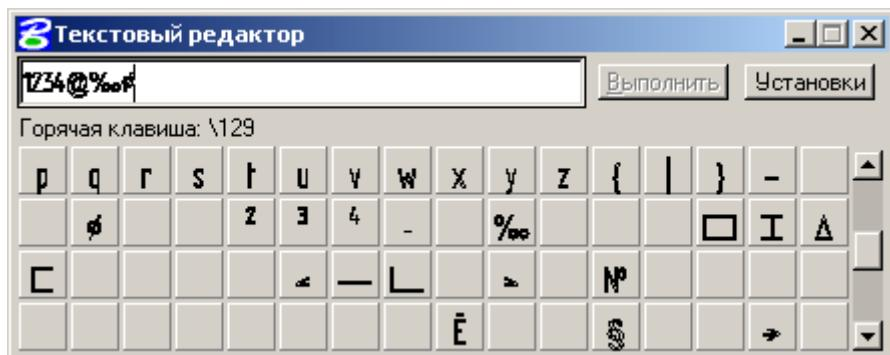

рис. 92
- WYSIWYG (рис. 92)
Текстовый редактор *WYSIWYG* имеет принципиально иной вид (рис. 92):